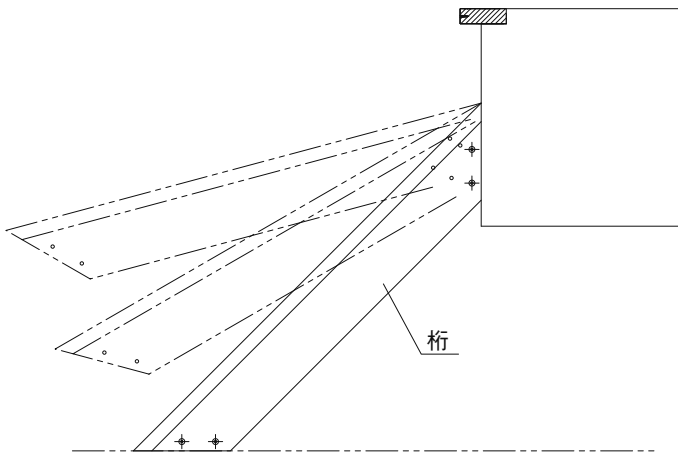

図7
- ② 上部固定材に桁をかけてください。
- ③ 図7のように上部固定材を軸にし、桁を回転させるようにして下部固定材にかぶせてください(図7参照)。